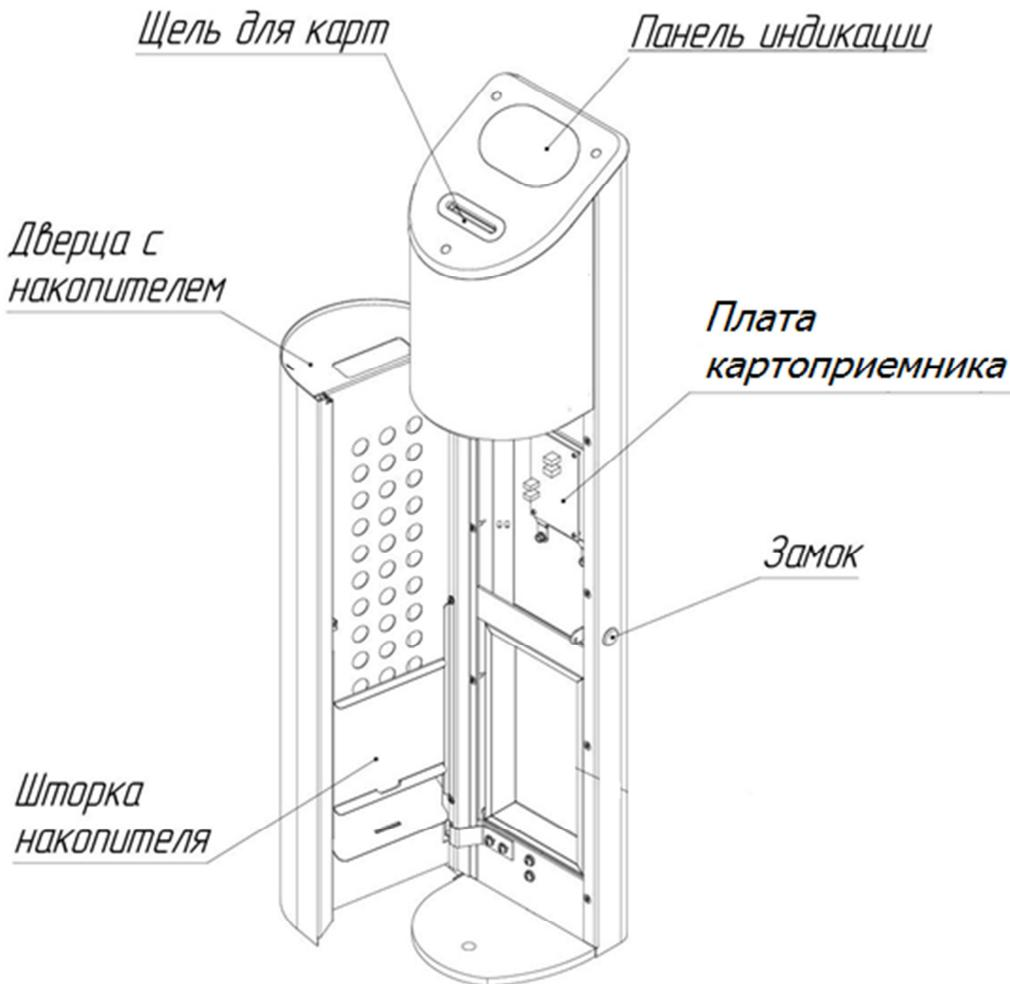

Рис. 4. Общий вид картоприемника
Картоприемник рис. 4 предназначен для сбора и хранения бесконтактных карт доступа при выходе с объекта. Гибкая логика работы и подключения контроллера картоприемника позволяет интегрировать его с любыми системами контроля и управления доступом.
7.3.1. Откройте замок дверцы картоприемника с помощью ключа (рис. 4).
- откройте дверцу картоприемника с помощью ключа (рис. 4);